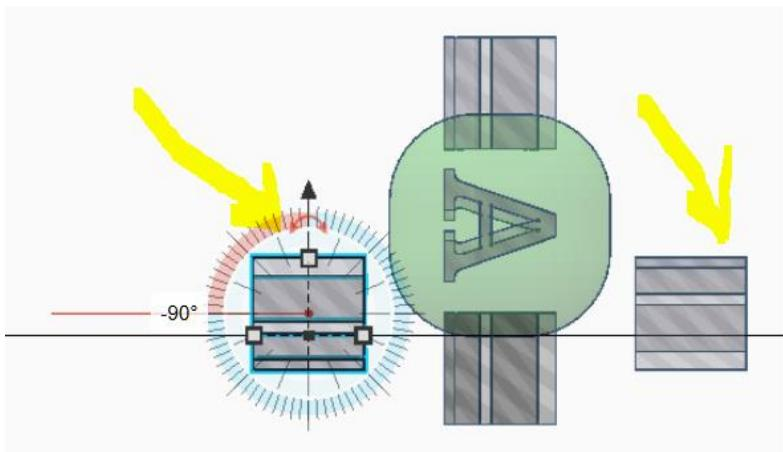

Figura 23. Organização inicial das letras na visão direita.
18. Gire a letra da esquerda em 90 graus para a esquerda, e a da direita em 90 graus para a direita. Vide a Figura 23.